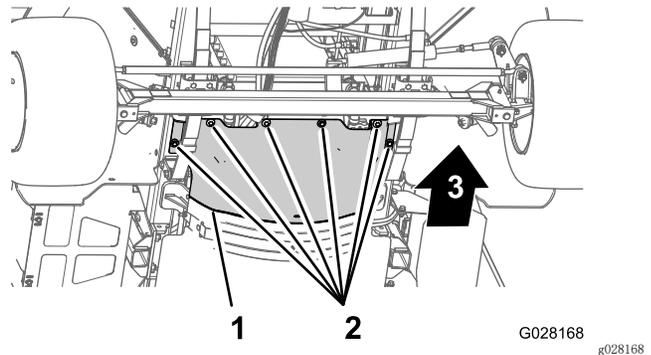

图59
3. 卸下将前隔热罩固定至底盘的 6 个六角头螺栓和 6 个垫圈，然后取下隔热罩（图59）。